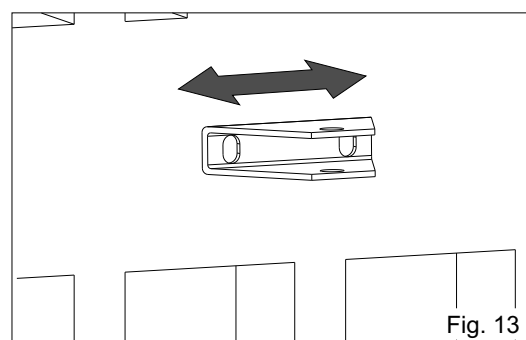

Fig. 13
- Antes de estrechar los tornillos mover hacia derecha o izquierda la entrada anterior para permitir un correcto posicionamiento del brazo a la cancela (Fig. 13).